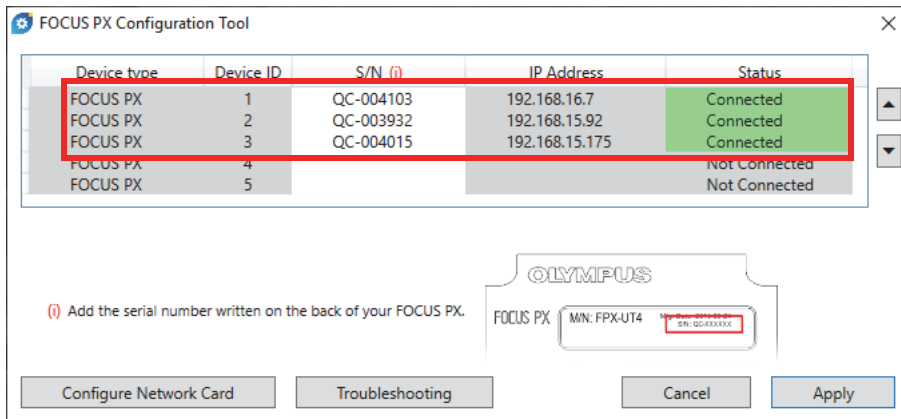

Abbildung 1-20 Dialogfeld FOCUS PX Configuration Tool (3 devices)
6. Wenn Sie mehr als ein FOCUS PX Gerät verwenden, wiederholen Sie den Eingabeschritt der Seriennummer bei der nächsten Eingabe (Abbildung 1-20 auf Seite 40). Stellen Sie sicher, dass die Reihenfolge der Einheiten mit der Synchronisationsverbindung übereinstimmt („Anschluss eines FOCUS PX an einen Computer und Einstellung der Verbindungsparameter“ auf Seite 24).